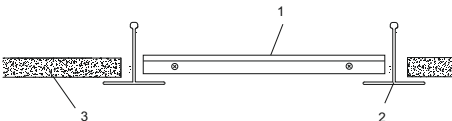

Рисунок 3
3.2.2.3 Встраиваемый монтаж производить в подвесные потолки типа «Armstrong» для светильника ДВО 1001, ДВО 1101, ДВО 1201, ДВО 1301 (см. рис. 3). Светодиодную панель (1) установить на место потолочной плиты 600×600 мм (3) в межпотолочное пространство между направляющими (2) потолка «Armstrong», как показано на рисунке 2.